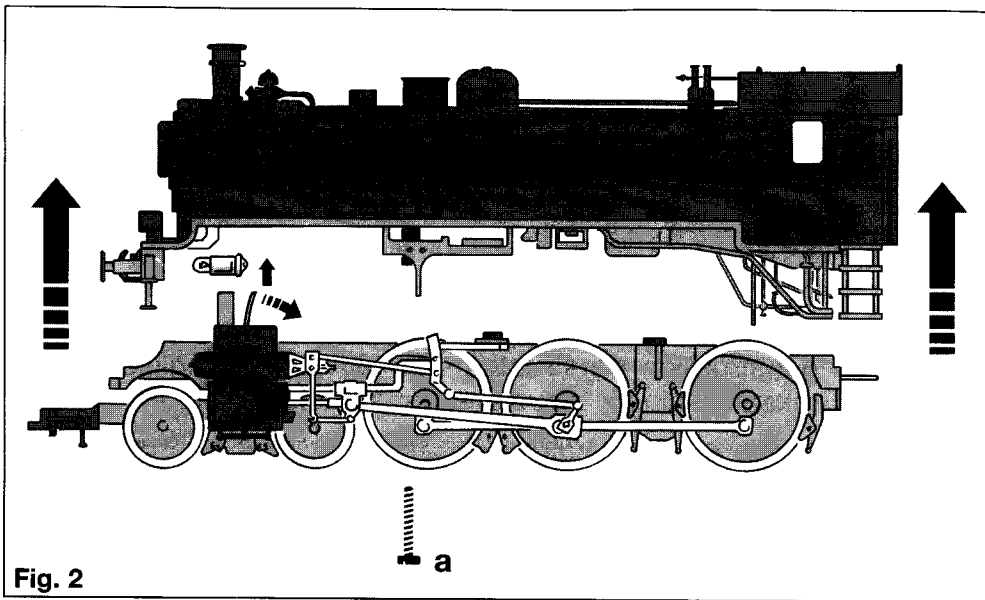

Fig. 2
**Opening:** Opening the loco is only necessary to change the bulbs, to oil the gearing or to open up the tender. Undo screw a and lift off the driver's cab vertically (Fig. 2).
**Changing the bulb (front):** Gently bend the contact spring away, push the bulb slightly backwards and lift out upwards (Fig. 2). Insert the new bulb by reversing the procedure.
**Changing the bulb (tender):** Opening the tender is only necessary to change the bulbs, oil the gearing, install a digital receiver module, or to exchange the motor. Before opening up the tender, firstly open up the loco (Fig. 2). Then undo screws b and c and lift the tender housing upwards (Fig. 4a). Close it by reversing the procedure. Please make sure that no loco-tender connecting cables are squashed, and similarly that they are correctly positioned in the corresponding channels.
**Ouvrir:** vous n'avez besoin d'ouvrir la locomotive que pour changer une ampoule, huiler les paliers des engrenages et lorsque l'ouverture du tender s'impose. Pour cela, dévisser la vis a et enlever le boîtier de la locomotive en soulevant verticalement (fig. 2).
**Remplacement d'une ampoule (avant):** écarter légèrement la lame de contact, repousser un peu l'ampoule vers l'arrière et l'extraire par le haut (fig. 2). Pour mettre en place une ampoule, procéder dans l'ordre inverse.
**Remplacement d'une ampoule (tender):** l'ouverture du tender n'est nécessaire que pour remplacer une ampoule, huiler les engrenages, monter un module récepteur digital et remplacer le moteur. Avant l'ouverture du tender, veuillez d'abord ouvrir la locomotive (fig. 2). Dévissez ensuite les vis b et c et soulevez le boîtier du tender verticalement (fig. 4a). Pour le refermer, procédez dans l'ordre inverse et veillez à ce qu'aucun câble reliant la loco au tender ne se coince et qu'ils soient tous bien dans leurs guides.
**Openen:** Het openen van de loc is alleen nodig om het lampje te verwisselen, voor het oliën van de aandrijfplagers en als de tender geopend dient te worden. Schroef a verwijderen en het lochuis loodrecht naar boven wegnemen (fig. 2).
**Het verwisselen van het lampje (voor):** Contacthouder licht wegbuigen, lampje iets naar achteren schuiven en naar boven wegnemen (fig. 2). De montage van het nieuwe lampje geschiedt in omgekeerde volgorde.
**Öffnen:** Ein Öffnen der Lok ist nur erforderlich zum Lampenwechsel, zum Ölen der Getriebelager und zum Öffnen des Tenders. Die Schraube **a** entfernen und das Lokgehäuse senkrecht nach oben abnehmen (Fig. 2).
**Lampenwechsel (vorne):** Kontaktfeder leicht wegbiegen, Lampe etwas nach hinten schieben und nach oben herausnehmen (Fig. 2). Das Einsetzen der neuen Glühlampe erfolgt in umgekehrter Reihenfolge.
**Lampenwechsel (Tender):** Ein Öffnen des Tenders ist nur zum Lampenwechsel, zum Ölen des Getriebes, zum Einbau eines digitalen Empfängerbausteins und zum Austausch des Motors erforderlich. Vor Öffnen des Tenders öffnen Sie bitte zuerst die Lok (Fig. 2). Dann Schrauben **b** und **c** lösen und das Tendergehäuse nach oben abheben (Fig. 4 a). Schließen in umgekehrter Reihenfolge. Dabei besonders darauf achten, dass keines der Lok-Tender-Verbindungskabel gequetscht wird bzw. diese in den entsprechenden Kanälen liegen. **Ersatzglühlampe: 6535**